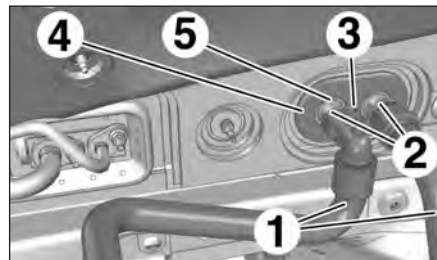

FIG. 14
- Mettre en place les outils [1] sur les durits de refroidissement (1) (Fig.14).
- Déposer les agrafes de verrouillages (2) des durits de refroidissement.
- Débrancher les durits de refroidissement (1).
- la vis (3),
- la platine de maintien (4),
- le caoutchouc d'étanchéité (5).